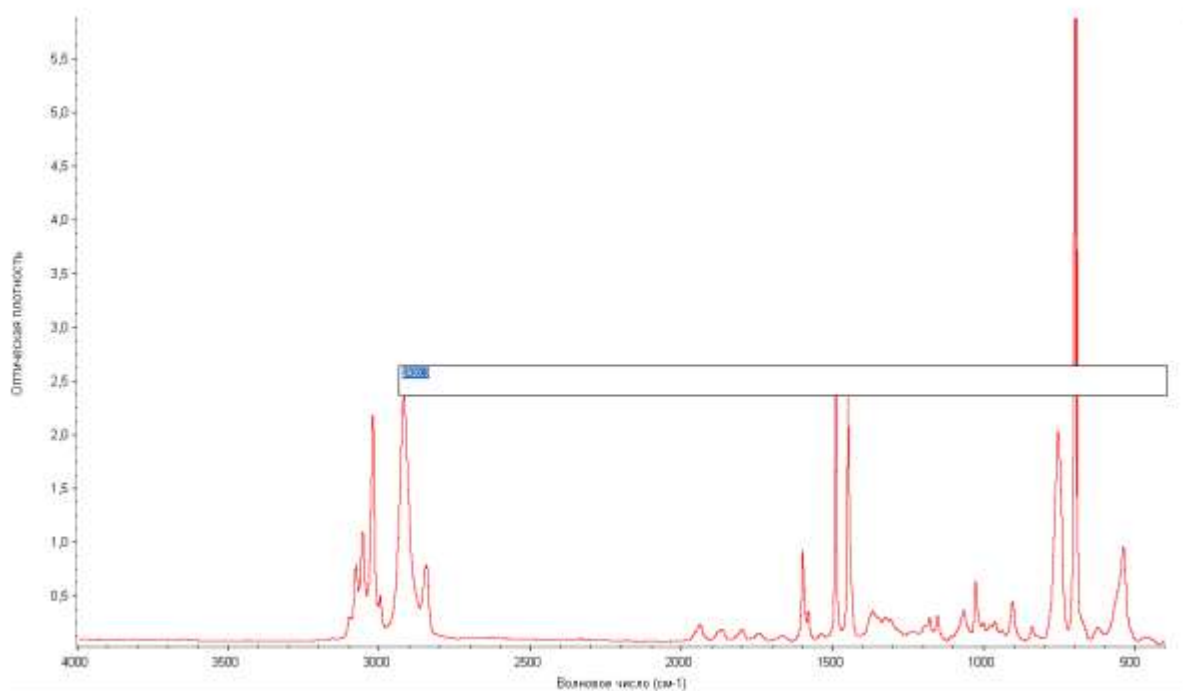

Рисунок 20. – Мечение пика с помощью инструмента для создания комментариев
2. Воспользоваться клавишами Expand/Contract в левой части видоискателя, расположенного в нижней части окна OMNIS (рис. 20), или перетащить маркеры внутри видоискателя, чтобы выделить меньшую область.